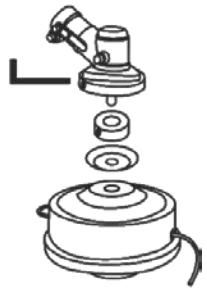

Рисунок 6
3.4 Встановлення катушки з різальною жилкою (дивіться рисунок 6)